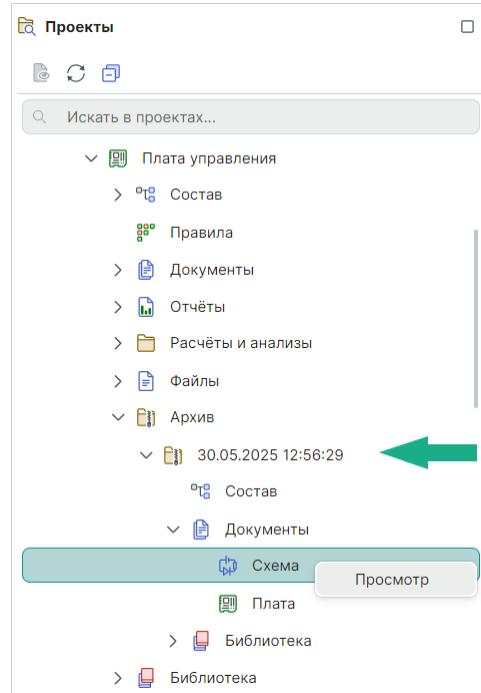

Рис. 75 Открытие архивной версии
3. При открытии архивной версии документа в редакторе, см. Рис. 75.